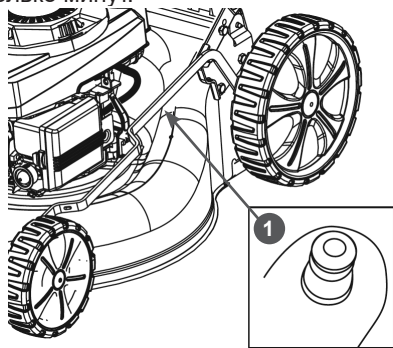

Рис. 23 Расположение коннектора для подключения шланга
При наличии водопровода рекомендуется промывать корпус газонокосилки водой. На корпусе газонокосилки установлен коннектор 1 (Рис. 23) для подключения поливочного шланга. Для очистки внутренней части корпуса газонокосилки присоедините шланг к коннектору, запустите двигатель газонокосилки и подайте воду. Дайте поработать двигателю несколько минут.
6. Установите нож на направляющие адаптера и закрепите его болтом и шайбой, как показано на Рис. 23. Убедитесь, что нож установлен правильно.